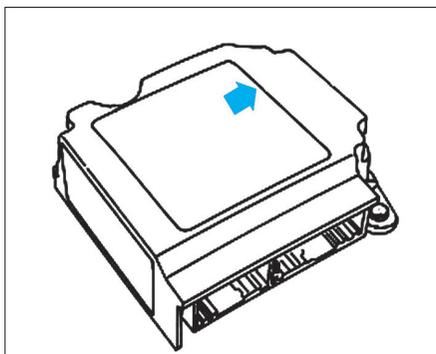

Fig. 21
- La flèche sur l'autocollant du calculateur doit être orientée dans le sens de la marche (Fig.21).